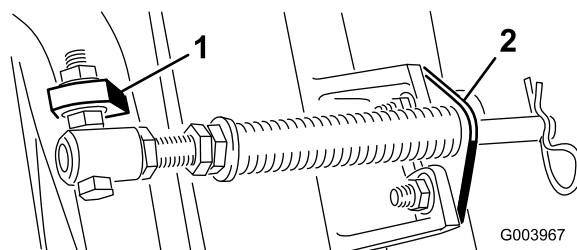

Figure 6
C. Montez le boulon du tube de ressort sur la patte opposée du bâti porteur et fixez-le en position avec l'écrou à embase. La tête du boulon doit être à l'extérieur de la patte, comme illustré à la Figure 6.
D. Montez le support de tige sur les pattes du plateau de coupe à l'aide des boulons de carrosserie et des écrous (Figure 6).